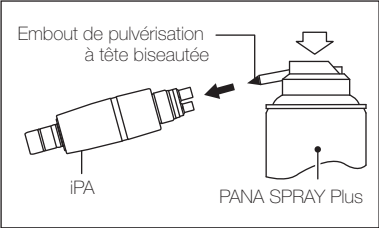

Fig. 5
- 1) Montez l'embout de pulvérisation à tête biseautée dans l'orifice de pulvérisation de la bombe d'aérosol. (Fig.5)